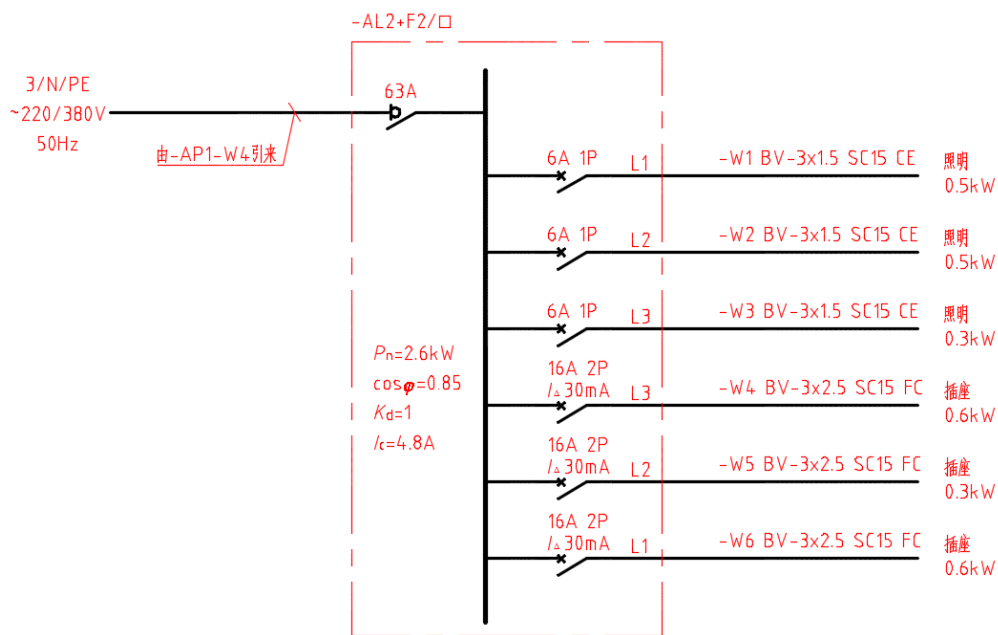

图 15-158 绘制照明箱配电系统图练习
(6) 上机练习：绘制图 15-158 所示的照明箱配电系统图。